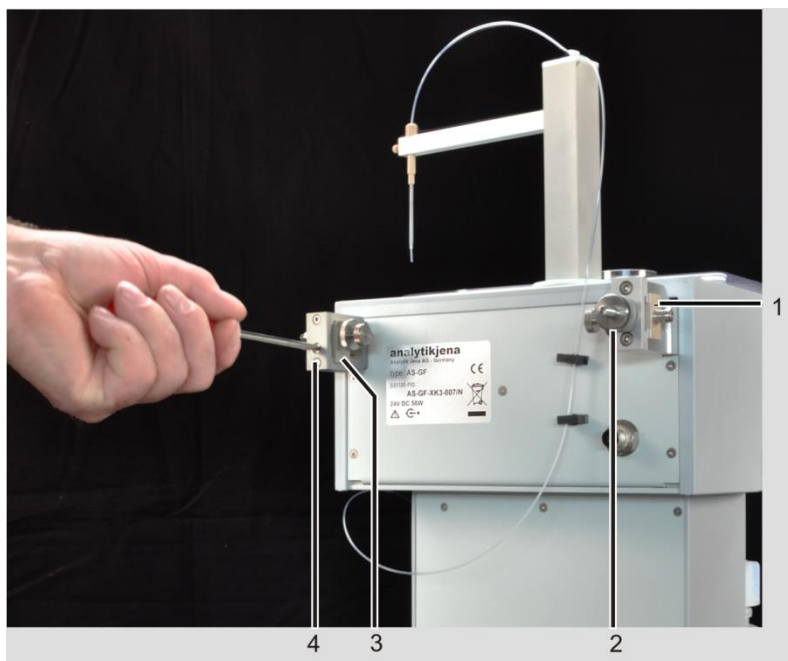

Рис. 45 AS-GF с винтами для выравнивания печи
8. При необходимости настройте AS-GF на печь (грубая настройка): Переместите рычаг автосамплера вручную над отверстием для дозирования в графитовой трубке. Если дозирующая трубка не достигает отверстия, сдвиньте крепление автосамплера назад или вперед (по оси Y). Для этого выньте автосамплер из отсека для проб. Для перемещения левого и правого креплений используйте настроечный винт 1 и установочный винт (2, 4 на Рис. 45). Установочные винты необходимо регулировать с помощью отвертки. Установите автосамплер обратно в крепление и проверьте грубую настройку. При необходимости повторите процедуру.